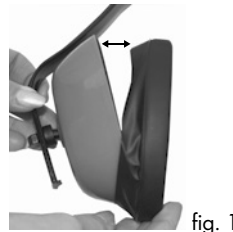

fig. 1
- Rimuovere i cuscinetti di tenuta vecchi dalle capsule e sostituirli con nuovi (vedi fig. 1).